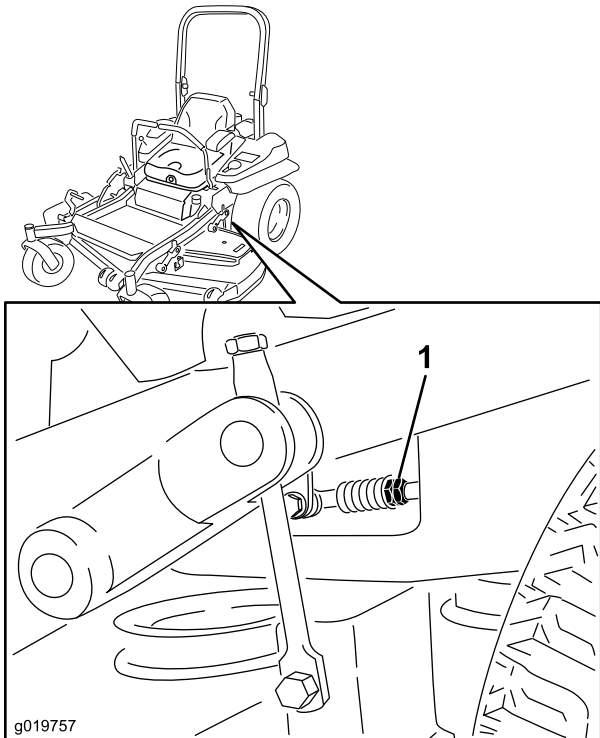

Bild 78
- Stellen Sie die Länge der Pumpenschaltstange ein, indem Sie die Doppelmutter an der Stange so weit in die entsprechende Richtung drehen, bis sich die Räder leicht zurückdrehen (Bild 78).